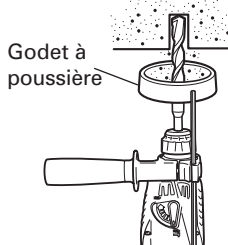
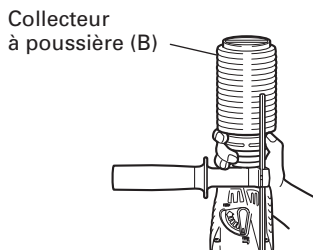

Fig. 4
Fig. 5
7. Lors de l'installation de la capuchon à poussière ou du collecteur de poussière (B) (accessoires en option) (Fig. 4, Fig. 5)
Utiliser la capuchone à poussière en la fixant au foret comme montré dans la Fig. 4.
- Pose du collecteur à poussière (B)
Lors de l'utilisation du collecteur à poussière (B), l'insérer par le bout du foret en l'alignant avec la rainure sur la poignée. (Fig. 5)